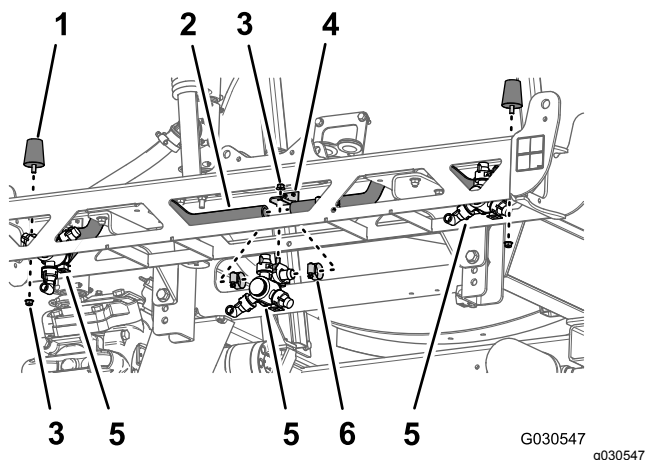

Figure 78
- Retirez les contre-écrous à embase (5/16") qui fixent les butées gauche et droite aux extrémités du cadre de la section de rampe centrale (Figure 78).
- Retirez les 4 colliers qui fixent les 3 buses de pulvérisation aux flexibles (diamètre intérieur 3/4") (Figure 78).
- Retirez le contre-écrou à embase (5/16") qui fixe les 3 buses de pulvérisation à leurs supports sur la section de rampe centrale, et déposez les buses (Figure 78).